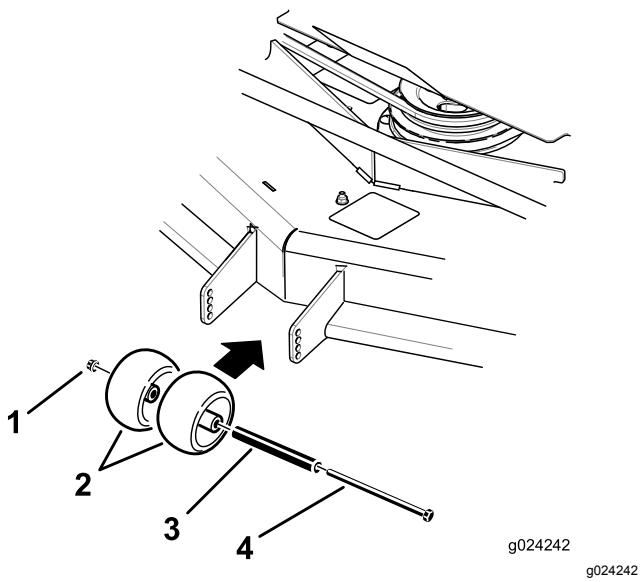
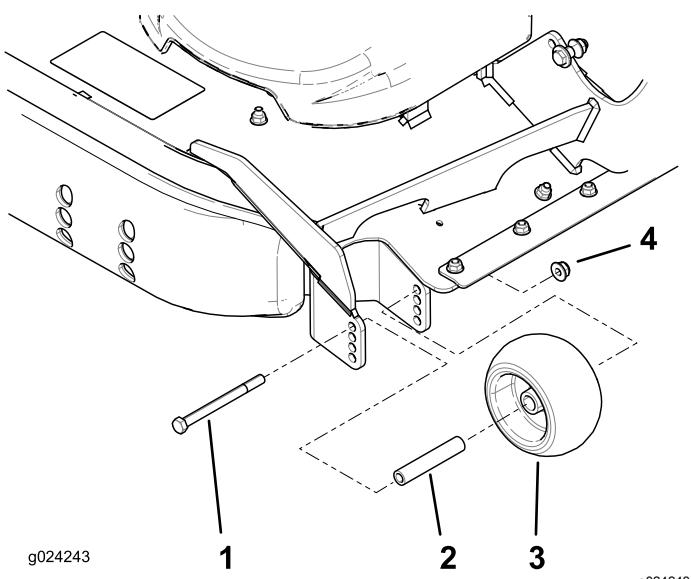

Figura 35
Figura 36
3. Ajuste los rodillos protectores del césped, tal y como se muestra en la Figura 35 y la Figura 36.